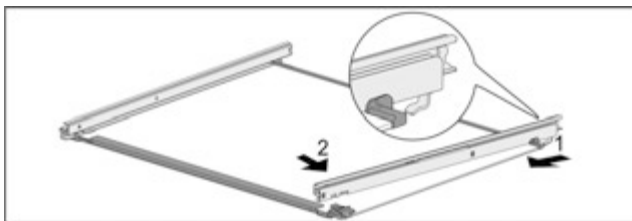

Fig. 105 Скляна пластина з рейками
- ▶ Зачепити рейку ззаду. Fig. 105 (1)
- ▶ Зафіксуйте рейку спереду. Fig. 105 (2)